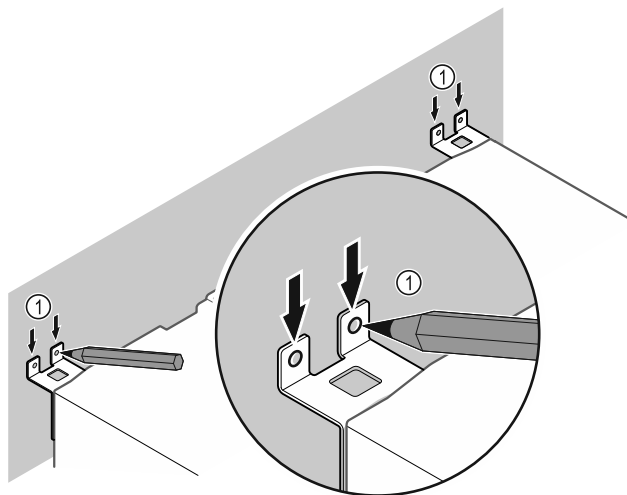

Fig. 9
- ▶ Urobte na stene značky Fig. 9 (1).